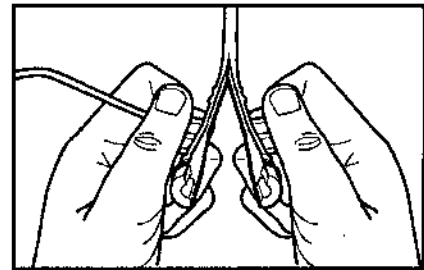

Figura 2
34. Rápidamente divida hacia abajo las lengüetas del alojamiento de la válvula en un plano perpendicular al eje largo de la cubierta para dividir el alojamiento de la válvula. (Vea la Figura 2)
4. Coloque la sección distal 'C' del cortador debajo de la tubería de la vaina, distal al centro de la vaina. (Vea la Figura 2)